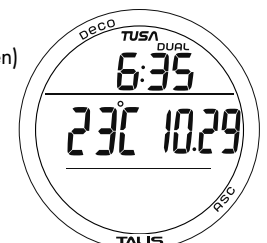

Abb. 8A - UHR-ALTERNATIV
**UHR-ALTERNATIVDATEN**, Informationen beinhalten (Abb. 8A, 8B):